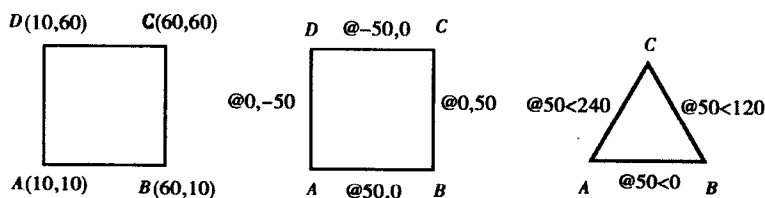

图 2-1 三种不同坐标输入方式下用直线命令绘制图形
项目一：用各种坐标输入方式绘制如图 2-1 所示的图形
1. 采用直角坐标绝对坐标输入法绘制图 2-1 所示正方形
2. 采用直角坐标相对坐标输入法绘制图 2-1 所示正方形
3. 采用极坐标相对坐标输入法绘制图 2-1 所示三角形